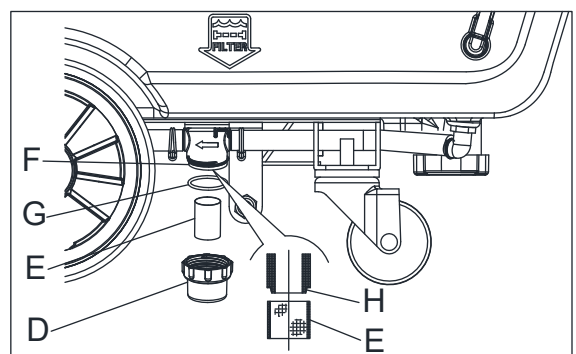

Figura 16
2. Assicurarsi che la macchina sia spenta e che la chiave di accensione (35) sia stata rimossa.
4. Rimuovere il coperchio trasparente (D, Figura 16), quindi rimuovere il filtro (E). Pulirlo e re-installarlo sul supporto (F).